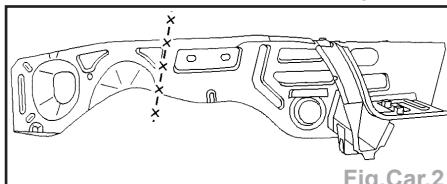

Fig. Car. 2
- Découper à l'aide d'une scie (Fig.Car.2).